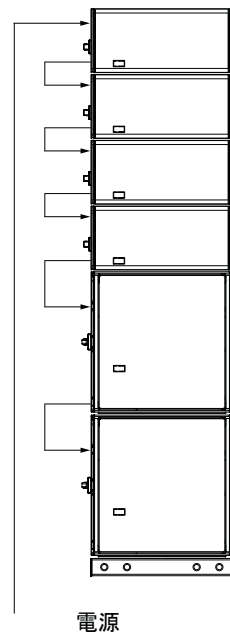

図5: 混合グランドスタック
- LEOPARDと900-LFCの混合グランドスタック(図5)